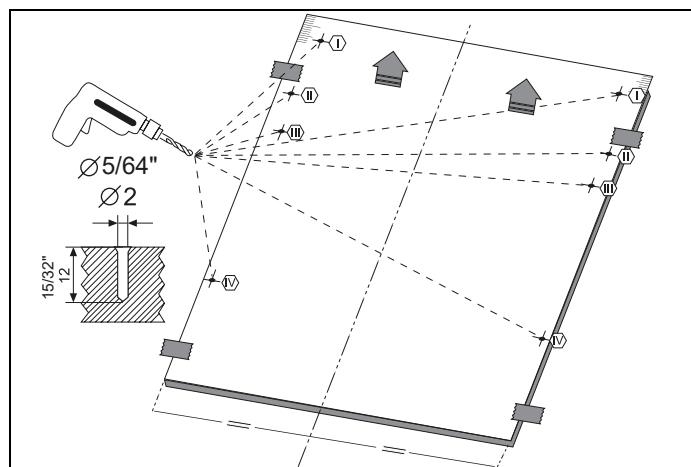

Fig. 24
3) Como se muestra en Fig. 24, el orificio para los tornillos se abre hacia la puerta exterior desde los puntos marcados en el plano de instalación. Diámetro de la broca: 5/64" (2 mm) Profundidad de la broca: 15/32" (12 mm)